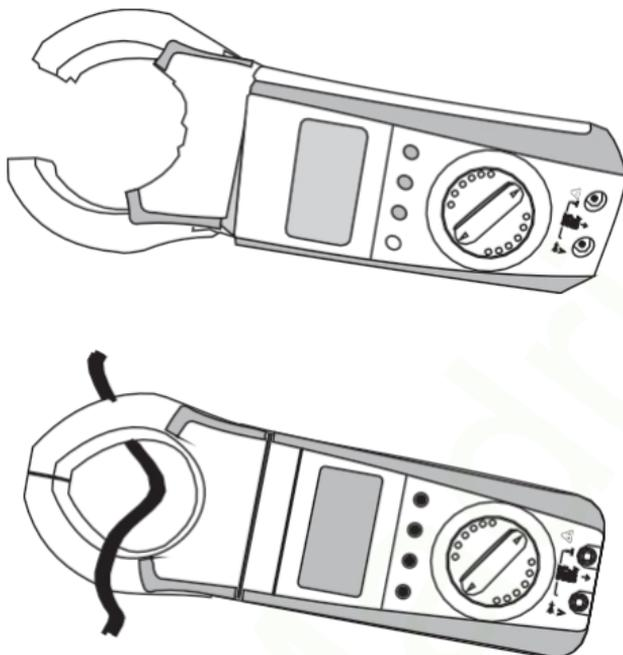

Figura 9.1
- ☛ Conecte la pinza como se muestra en la figura 9.1 para medir la corriente. Para medir la corriente a través del cable presione el gatillo (presente en la parte posterior)
abrir las mordazas y sujetarlas alrededor del cable como se muestra en la figura 9.1